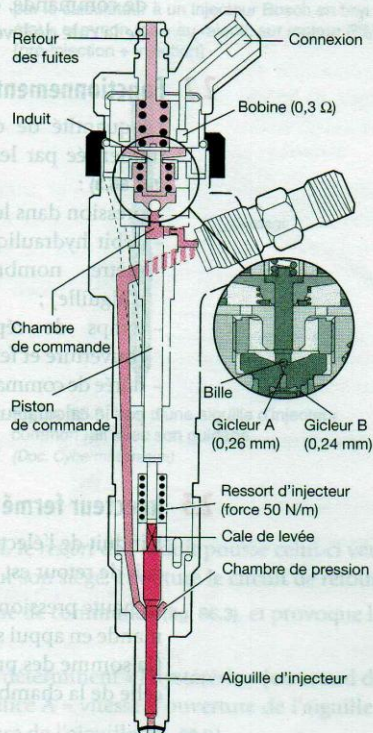
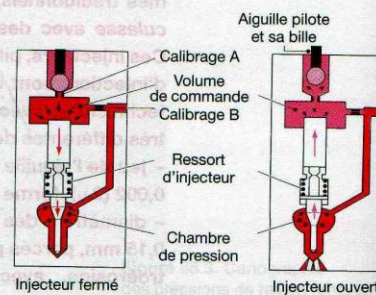
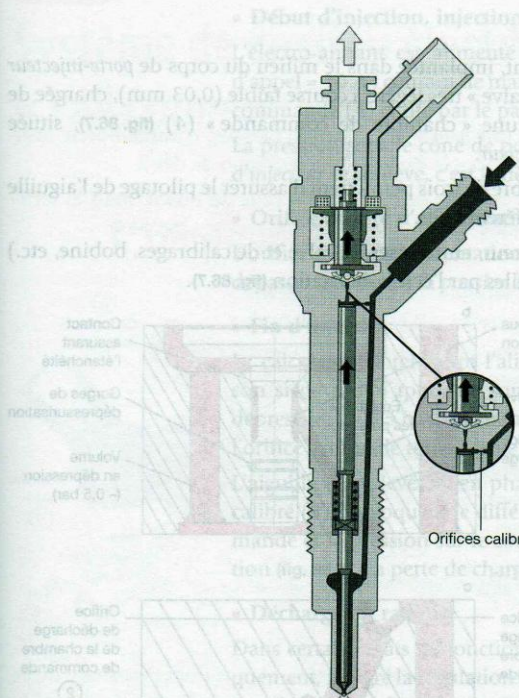

Figure 86.1. Constitution d'un injecteur Bosch « common rail »
Figure 86.3. Principe de fonctionnement de l'injecteur Bosch « common rail » (Doc. PSA)
Figure 86.4. Injecteur Bosch en position « ouverture »
Le porte-injecteur électromagnétique « Bosch » de première génération est constitué de quatre parties principales (fig. 86.1) :
- l'électro-aimant de commande est fixé sur le haut du corps de porte-injecteur, par un gros écrou (le desserrage entraîne la destruction de l'ensemble). Il est piloté par le calculateur, comprend la bobine et l'induit (fig. 86.1), venant appuyer ou non sur la « bille » (fig. 86.4) d'étanchéité du système ;
- la partie hydraulique de commande (par pressions différentielles), comprenant des orifices calibrés (A et B, fig. 86.3), et une bille d'étanchéité, permettant de faire varier rapidement la pression dans la chambre de commande (fig. 86.3) ;
- la partie mécanique d'appui de l'aiguille, composée du piston (ou tige) de commande, du ressort d'injecteur, et de la cale de levée (fig. 86.1 et 86.4).
La quantité de carburant injectée est influencée par les paramètres suivants (fig. 86.3) :
L'induit de l'électro-aimant (non alimenté) est en appui sur la bille (fig. 86.3), le circuit de retour est isolé.
La haute pression dans la chambre de commande (fig. 86.3) pousse le piston de commande en appui sur la cale de levée, l'aiguille d'injecteur reste plaquée sur son siège (la somme des pressions piston de commande + ressort d'injecteur est supérieure à celle de la chambre de pression de l'injecteur) (fig. 86.3).
L'induit se soulève (course 0,06 mm) et libère la bille de son siège, une fuite de carburant par l'orifice calibré (A) est créée vers le circuit de retour (fig. 86.3).
L'entrée de carburant haute pression à travers l'orifice calibré (B) plus petit que le (A), ne compense pas la fuite, la chute de pression dans la chambre supérieure de commande (fig. 86.3) permet à la haute pression de la chambre inférieure de soulever l'aiguille de son siège (fig. 86.4).
Dès la fin de l'activation de l'électro-aimant, le ressort de l'induit pousse celui-ci vers le bas (fig. 86.1 et 86.3), la bille est pressée sur son siège, et obture le circuit de retour. La haute pression augmente dans le volume de commande (fig. 86.3), et provoque la fermeture de l'aiguille d'injecteur.
Les diamètres des orifices calibrés (A et B) déterminent « l'hystérésis » (ou retard de réaction) de l'ensemble (diamètre de l'orifice A = vitesse d'ouverture de l'aiguille ; diamètre de l'orifice B = temps de fermeture de l'aiguille, fig. 86.3).